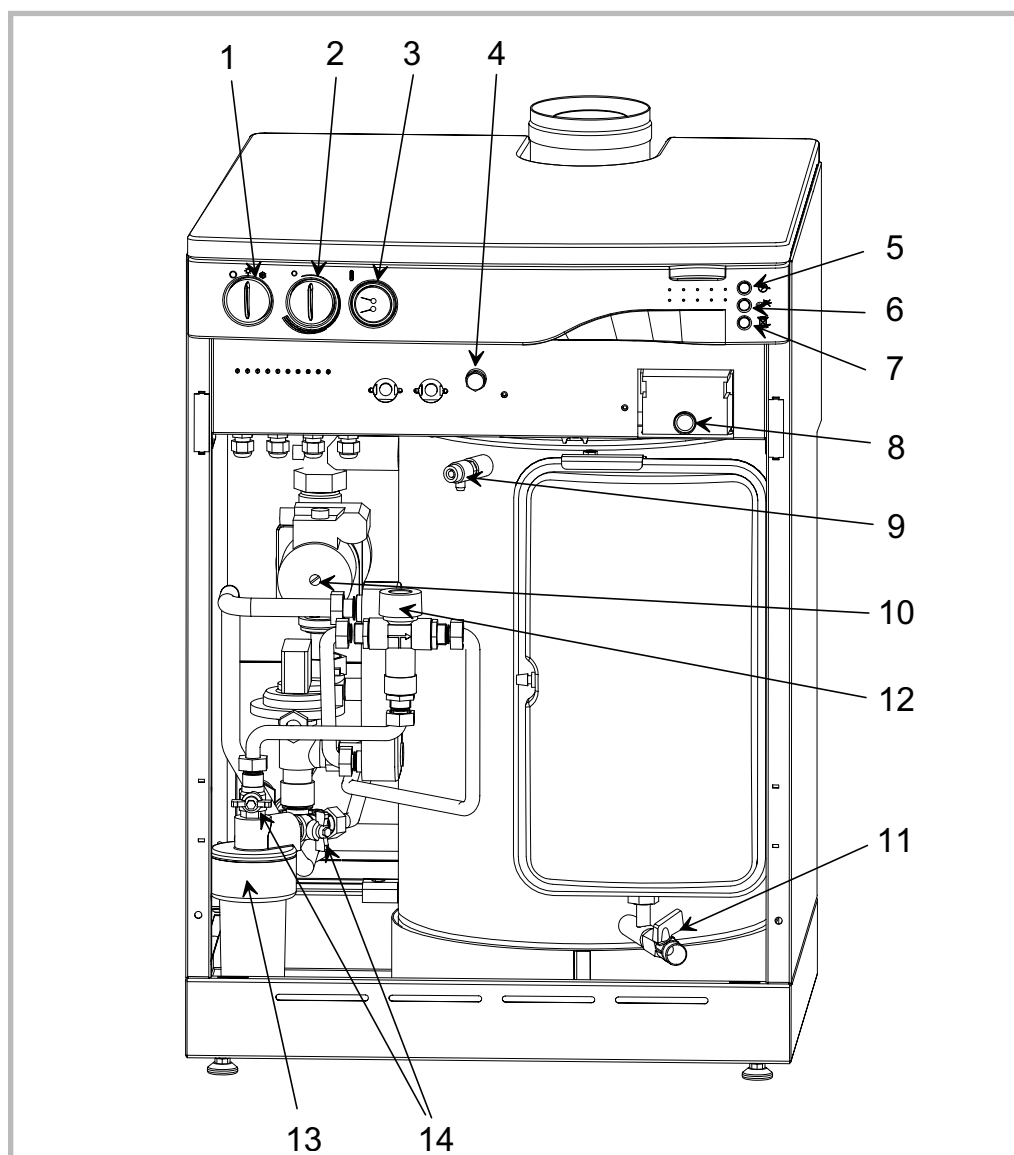

Figure 22 - Organes de commande et de contrôle
- Le doseur polyphosphate (rep. 13, fig. 22, p. 14) doit toujours être au moins à moitié rempli. Quand le niveau est inférieur, ajouter du polyphosphate de la façon suivante :
- Revisser le doseur en veillant à ce que les filetages correspondent parfaitement et que le joint torique est dans son propre logement. **Serrer l'écrou (3) manuellement.**